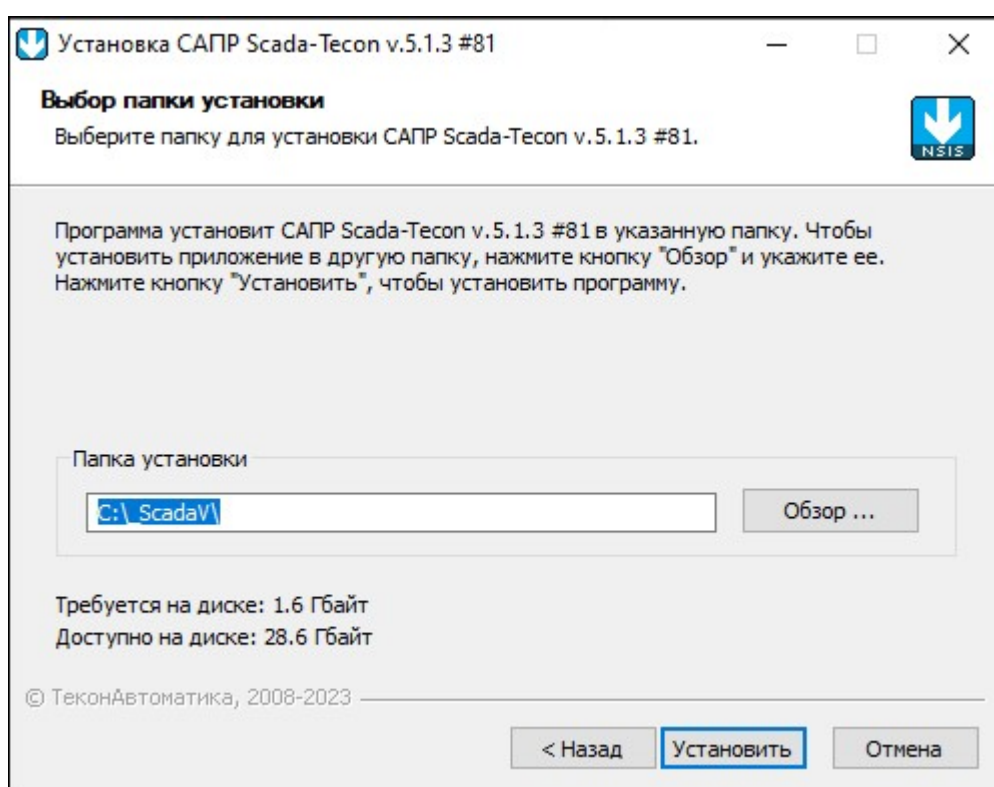

Рисунок 2.1. Выбор каталога установки
- 4) Выберите папку, в которую следует установить SCADA систему ТЕКОН (рис. 2.1). По умолчанию, это C:_ScadaV.